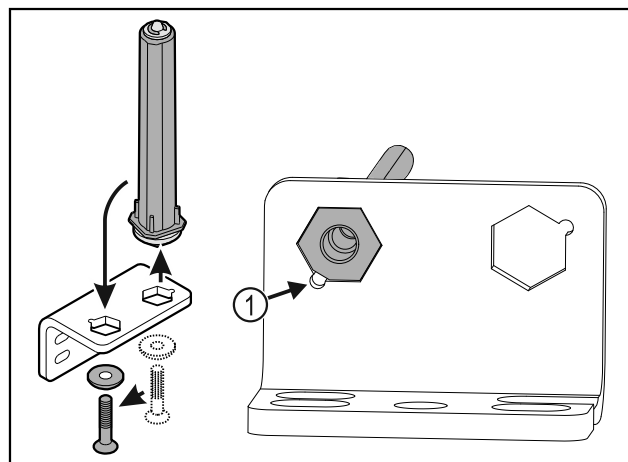

Fig. 34
- Bëni kujdes që gjatë vendosjes, e prera e kokës së bulonit Fig. 34 (1) të jetë e drejtuar nga vrima e rumbullakët.